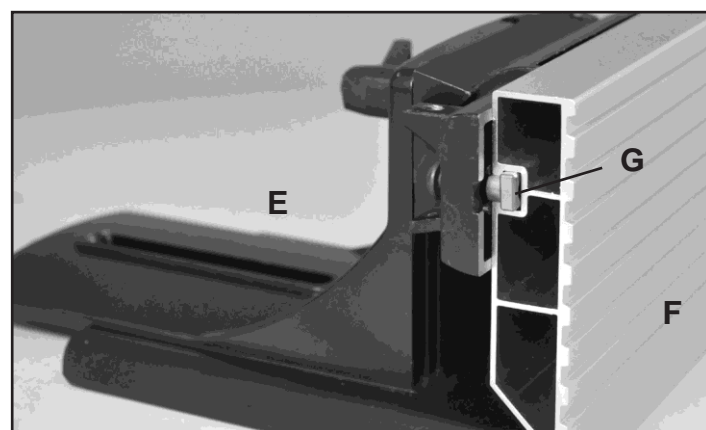

FIG. 2
2. Assembler la parenthèse de glissement de clôture (E) à la clôture (F). L'écrou carré (G) doit s'insérer dans la rainure de la clôture. FIG. 2.